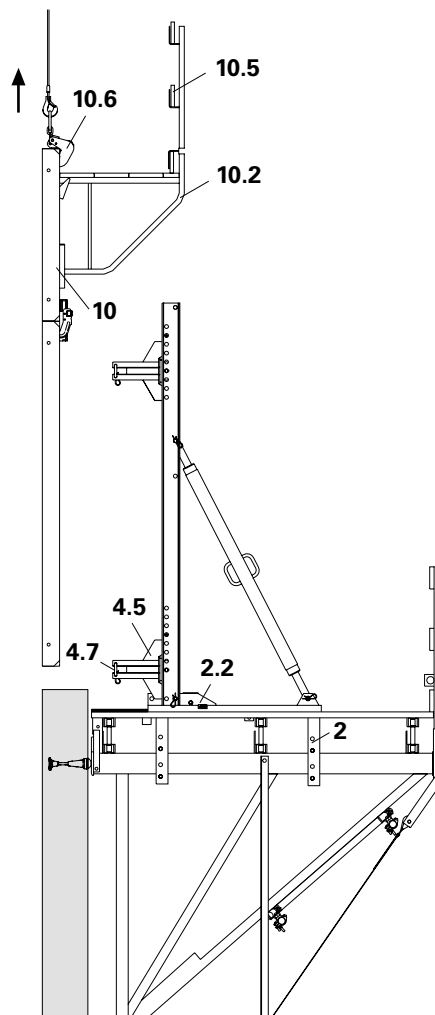

Fig. B2.20
1. Abrir el carro (2) y asegurar con la cuña dentada (2.2), ver B4.1. Arristrar lateralmente el perfil vertical.
2. Colocar el gancho de elevación MAXIMO (10.6) en la unidad de encofrado (10) y enganchar las eslingas.
5. Izar el encofrado y trasladarlo (p.ej. almacén). (Fig. B2.20)